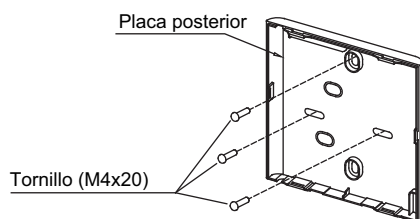

Fig 3-3
- Para fijar el control cableado a la pared, fijar la placa posterior del control cableado a la pared con 3 tornillos (M4x20) y sus tacos correspondientes (Fig.3-3).